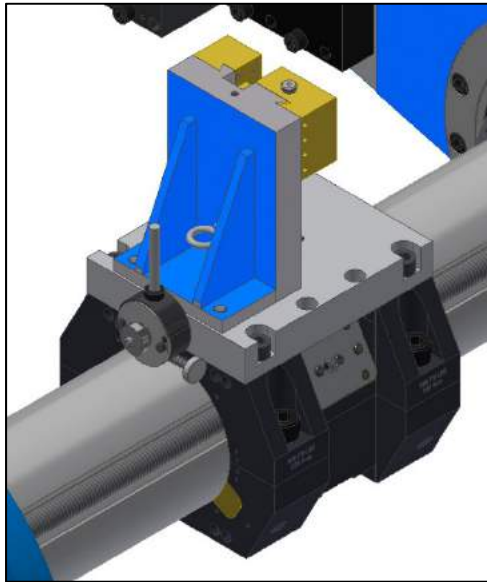
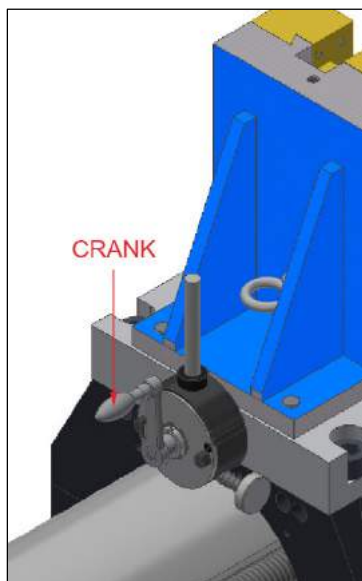

Рис. 22. Подрезная головка, установленная непосредственно на инструментальную оправку
Рис. 25. Подрезная головка с прямой рукояткой
- а) Если прокладки не используются (см. рис. 22), используйте прямую рукоятку и ручку включения подачи для ручного регулирования и зацепления автоматической подачи (см. рис. 25 и 26 на стр. 36).